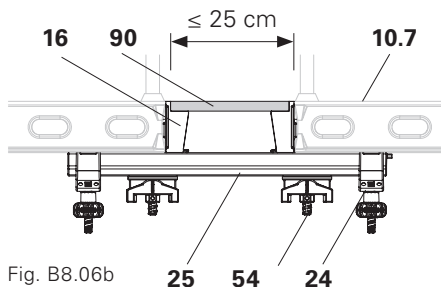
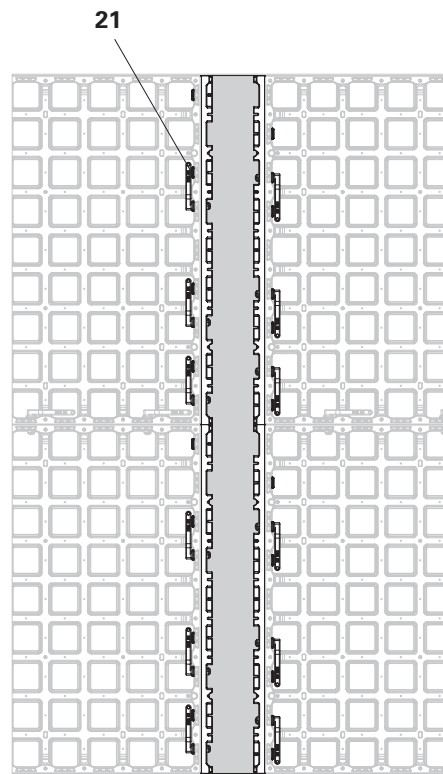

Fig. B8.06b
Fig. B8.06a
1. Monter le support (16) sur les deux panneaux à l'aide de 6 connecteurs DUO ! (Fig. B8.06a)
2. Couper la cale bois de 18 mm (60) avec une cote de 2 cm inférieure à la longueur à compenser. Insérer la cale bois et la visser de l'extérieur dans les trous prévus dans le support de compensation, à l'aide de vis Torx 5 x 15.
3. Monter la filière de compensation DUO 62 (25) avec la fixation pour tube DUO (24).
4. Faire passer les ancrages par les points d'ancrage du panneau (54). (Fig. B8.06b + B8.06c)